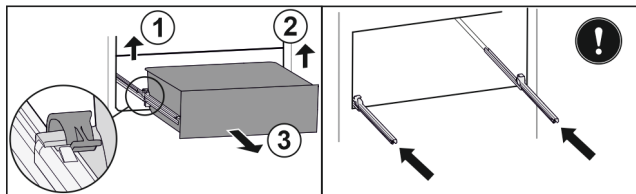

Fig. 150
- Ngrini lart kapësen e majtë dhe në të njëjtën kohë tërhiqni nga përpara sirtarin e majta. Fig. 150 (1)
- Ngrini lart kapësen e djathtë dhe në të njëjtën kohë tërhiqni nga përpara sirtarin nga e djathta. Fig. 150 (2)
- Hiqni sirtarin nga përpara. Fig. 150 (3)